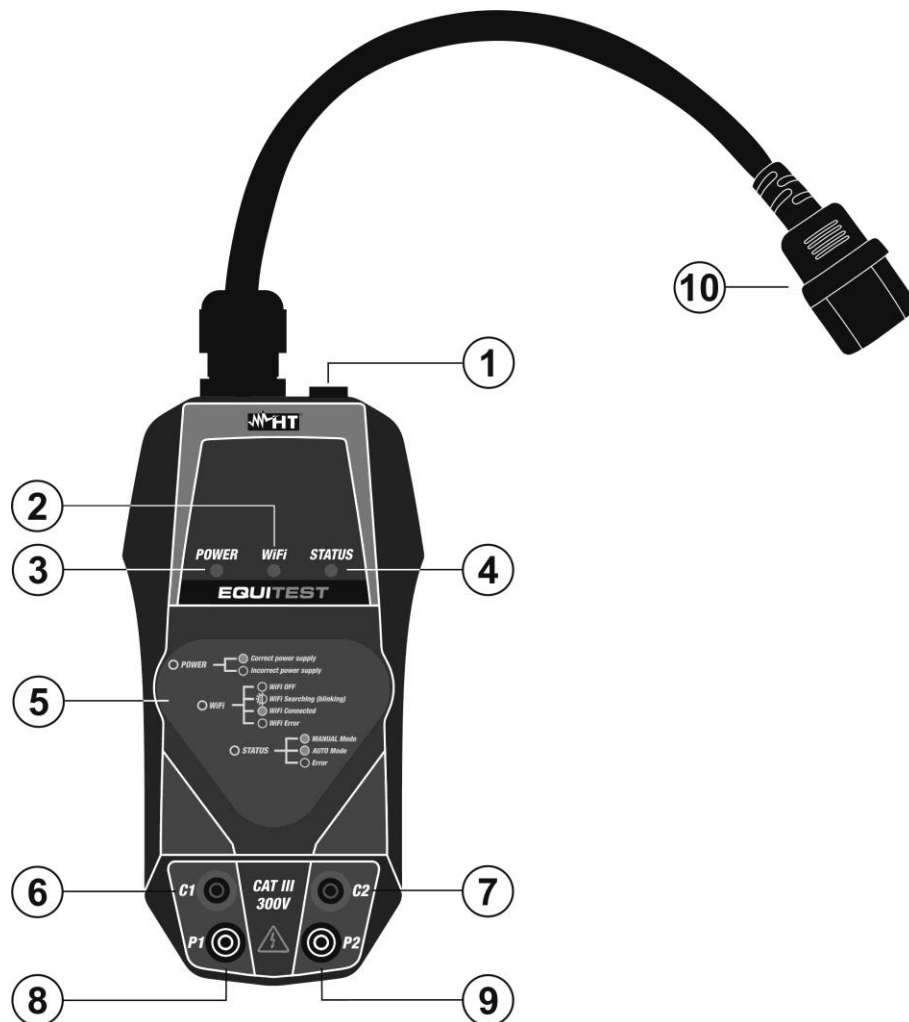
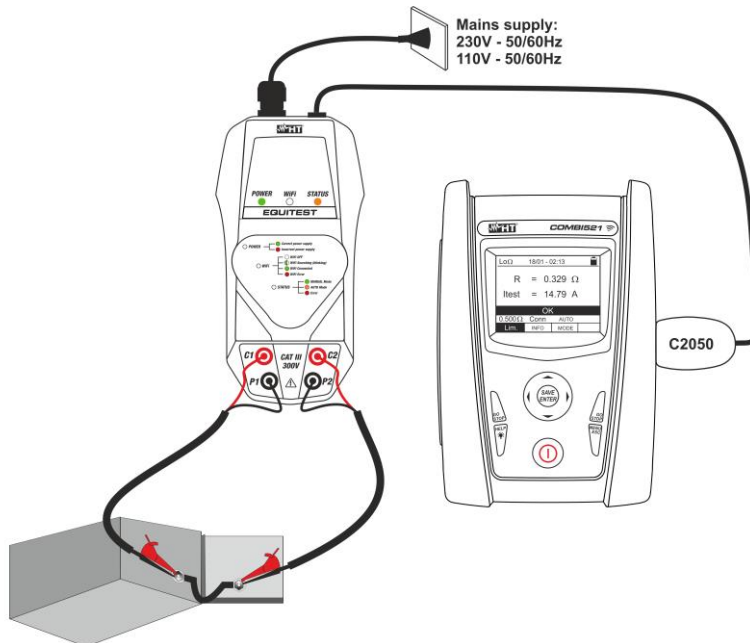

Fig. 1 Description de l'instrument
Fig. 3 Utilisation de l'instrument avec l'unité MASTER
- Connectez l'instrument à l'alimentation électrique à l'aide du câble réseau fourni (voir Fig. 1 – partie 10). La LED **POWER** est **verte fixe** pour identifier la tension d'alimentation correcte, la LED **STATUS** est **verte fixe** pour identifier le fonctionnement de l'instrument en **mode Manuel** (voir manuel d'utilisation de l'instrument MASTER) et la LED **WiFi** est allumée en **vert clignotant** pour identifier que l'instrument essaie d'établir (si disponible) une connexion WiFi avec un appareil mobile externe via l'APP **HT Equitest** (voir § 5.2) et n'a aucune fonctionnalité dans la connexion avec l'instrument MASTER
- Connecter l'instrument à l'instrument MASTER (voir Fig. 3) en utilisant le câble **C2050** fourni (voir Fig. 1 – partie 1)
- Connectez les deux câbles noirs du jeu de câbles **C7000** aux prises d'entrée **P1** et **P2** et les deux câbles rouges aux prises d'entrée **C1** et **C2** (voir Fig. 3)
5. Connectez les pinces crocodiles du jeu de câbles **C7000** aux extrémités de l'objet à tester (voir Fig. 3)
7. En sélectionnant le **mode Automatique** sur l'instrument MASTER (mesure activée sans utiliser la touche **GO/STOP**) vérifier que la LED **STATUS** doit être **orange fixe** et connecter les pinces crocodiles aux extrémités de l'objet à tester (voir Fig. 3) pour activer le test
- Connectez l'instrument à l'alimentation électrique à l'aide du câble réseau fourni (voir Fig. 1 – partie 10). La LED **POWER** est **verte fixe** pour identifier la tension d'alimentation correcte, la LED **STATUS** est **verte fixe** pour identifier le fonctionnement de l'instrument en **mode Manuel**